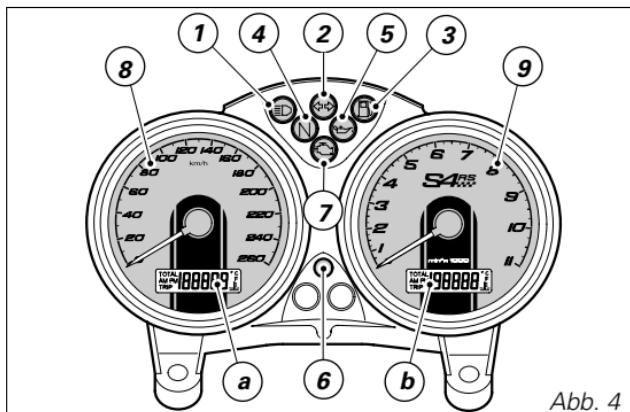
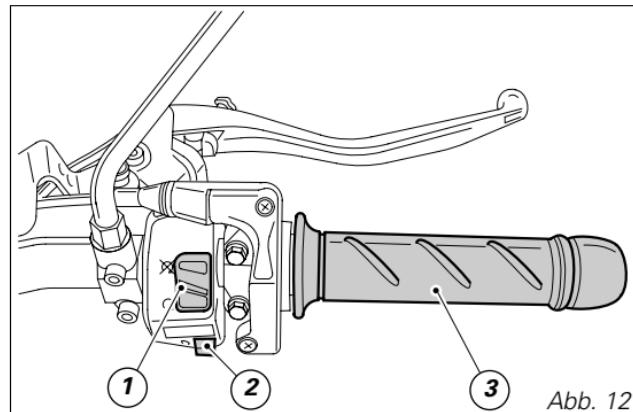

Abb. 4
Abb. 12
## **Cockpit** (Abb. 4)
Die CODE CARD muss an einem sicheren Ort aufbewahrt werden. Das Mitführen des elektronischen und auf der CODE CARD angegebenen Codes ist jedoch ratsam, falls eine Motorfreigabe anhand des Verfahrens mit Betätigung des Gasdrehgriffs erforderlich werden sollte. Das folgende Verfahren gibt dem Anwender die Möglichkeit, im Fall von Störungen an der Wegfahrsperrre die Funktion der „Motorsperre“, die durch das Aufleuchten der ockerfarbenen Kontrollleuchte **EOBD** (7, Abb. 4) angezeigt wird, aufzuheben. Dieses Verfahren kann jedoch nur mittels Eingabe des auf der Code Card angegebenen elektronischen Codes (electronic code) durchgeführt werden.
Die EOBD Kontrollleuchte (7, Abb. 4) erlischt nach einer festgelegten Zeit von 8 Sekunden.
- 1) Wird der Code erkannt, blinkt die Kontrollleuchte (6, Abb. 4) am Cockpit kurz auf. Das Schutzsystem hat in diesem Fall den Schlüsselcode erkannt und hebt die Motorsperre auf. Durch Drücken des STARTKNOPFS (2, Abb. 12) kann der Motor gestartet werden.
- 2) Erlischt die Kontrollleuchte (6, Abb. 4) bzw. die EOBD-Kontrollleuchte (7, Abb. 4) nicht, bedeutet dies, dass der Code nicht erkannt wurde. In diesem Fall wird empfohlen, den Schlüssel in die Position OFF zu bringen und ihn darauf wieder auf ON zu drehen. Sollte der Motor weiterhin blockiert bleiben, sollte man es nochmals mit dem anderen, mitgelieferten schwarzen Schlüssel versuchen. Springt der Motor immer noch nicht an, setzen Sie sich bitte mit dem DUCATI-Kundendienst in Verbindung.
- 3) Blinkt die Kontrollleuchte (6, Abb. 4) weiterhin auf, bedeutet dies, dass eine Fehlfunktion der Wegfahrsperrre zurückgesetzt wurde (z.B. mittels Motorfreigabe über den Gasdrehgriff). Wird der Zündschlüssel auf OFF, dann wieder auf ON gedreht, müsste die Kontrollleuchte der Wegfahrsperrre wieder normal aufleuchten (siehe Punkt 1).
## **Rechte Schalteinheit** (Abb. 12)
## **Gasdrehgriff** (Abb. 12)